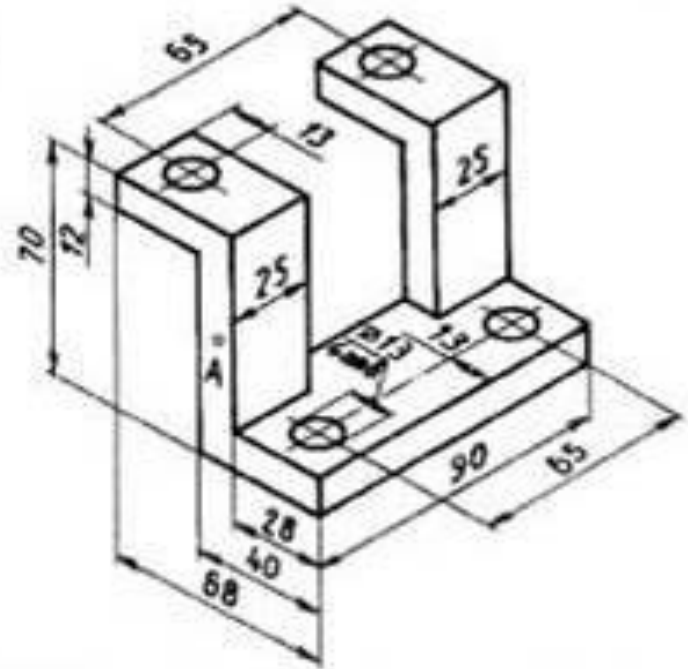

Рис. 147. Наглядное изображение детали «Опора»
2. По наглядному изображению детали выполните ее чертеж в необходимом количестве видов (рис. 147). Найдите проекцию точки А на видах. По правилам какой аксонометрической проекции выполнено наглядное изображение детали «Опора», представленное на рис. 147.